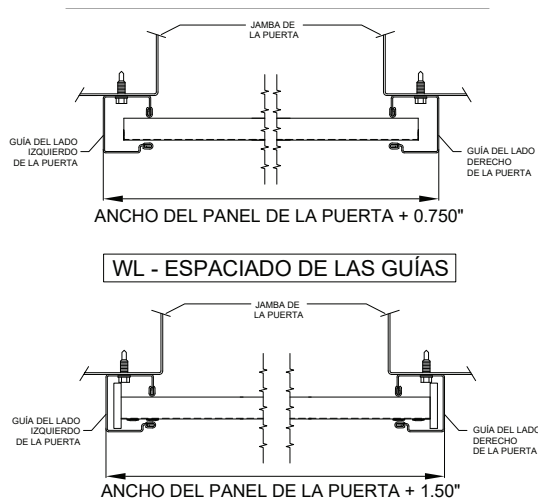

Figura 15.
9.1 Para mantener la puerta en las guías mientras se opera, las guías deben estar más apretadas en la parte inferior que en el resto de la puerta. Si no aprieta las guías inferiores, es posible que la puerta se salga de la abertura al cerrarla. Véase la Figura 15.